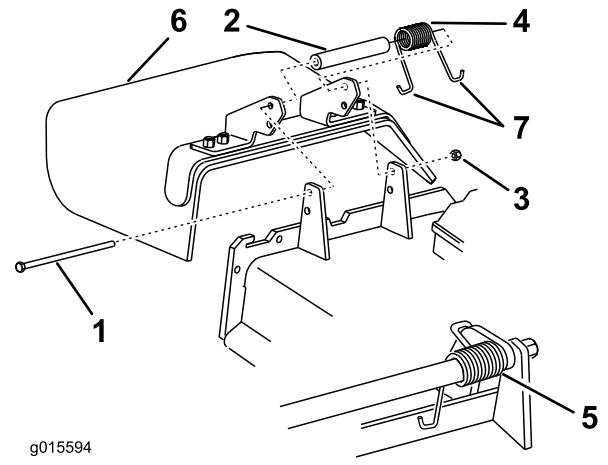

Figure 99
- Remarque:** Prenez soin de placer une extrémité en **J** du ressort derrière le bord du tablier avant de mettre le boulon en place, comme montré à la Figure 99.
5. Accrochez une extrémité en **J** du ressort au déflecteur d'herbe (Figure 99).
1. Retirez le contre-écrou, le boulon, le ressort et l'entretoise qui fixent le déflecteur aux supports de pivot (Figure 99).